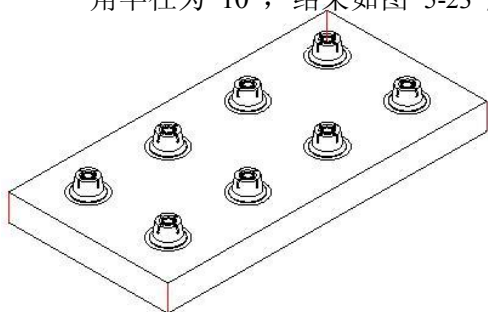
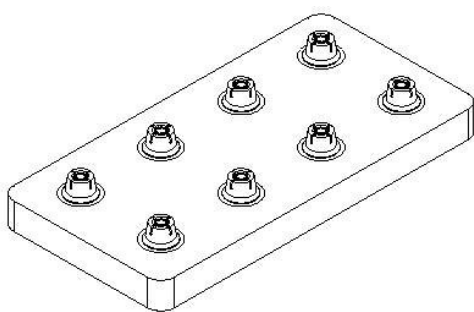

图5-22
图5-23
13. 使用【边倒圆】功能创建圆角特征，选择 4 条竖直边缘，如图 5-22 所示，圆角半径为“10”，结果如图 5-23 所示。